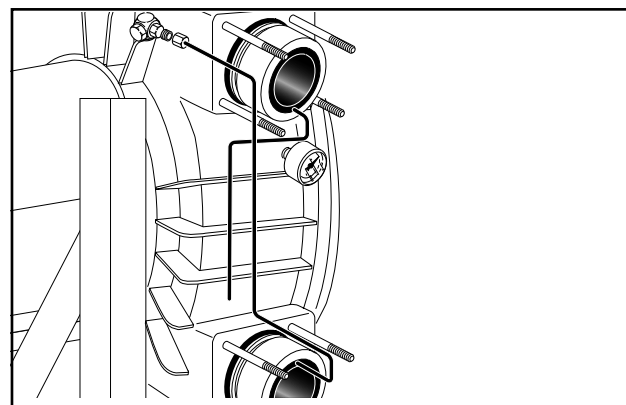

Fig. 24 Tubicino di sfiato
3. Il tubicino di sfiato lato aspirazione viene sostituito da un'altro di diverso tipo e collegato al retro della pompa mediante un raccordo a vite angolare. Il tubicino di sfiato lato mandata viene condotto all'aperto (Fig. 24).